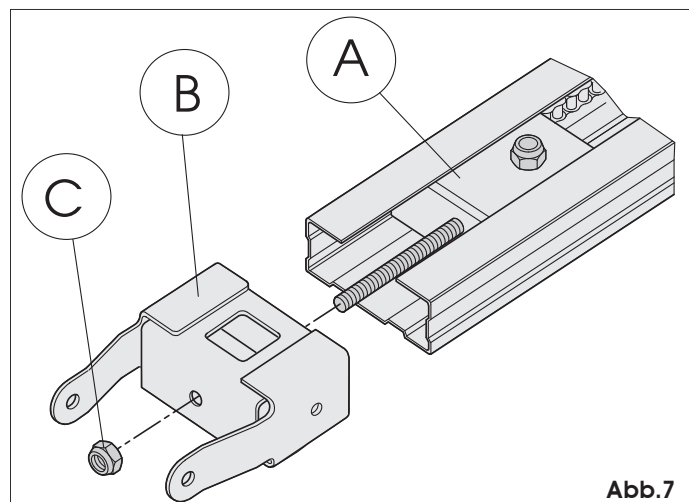

Abb.7
- 2) Die Umlenkung auf der ganzen Gleitführung entlang (Abb. 7 Bez. A) bis in die Nähe des vorderen Endverschlusses entgegen der Zugkupplungsgruppe schieben.
- 3) Die vordere Befestigung (Abb. 7 Bez. B) an der Umlenkung montieren (Abb. 7 Bez. A).
- 4) Die Kette leicht spannen und hierzu die Mutter anschrauben (Abb. 7 Bez. C).